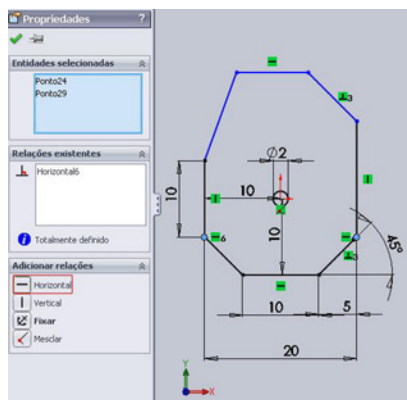

Figura 2.4 – Adicionando relação de esboço horizontal entre os dois pontos inferiores das linhas verticais
5.2 Selecione um ponto de baixo da aresta vertical, pressione a tecla Ctrl e, com a tecla Ctrl pressionada, selecione também o ponto de baixo da outra aresta vertical. Estes pontos estão destacados na Figura 2.4.